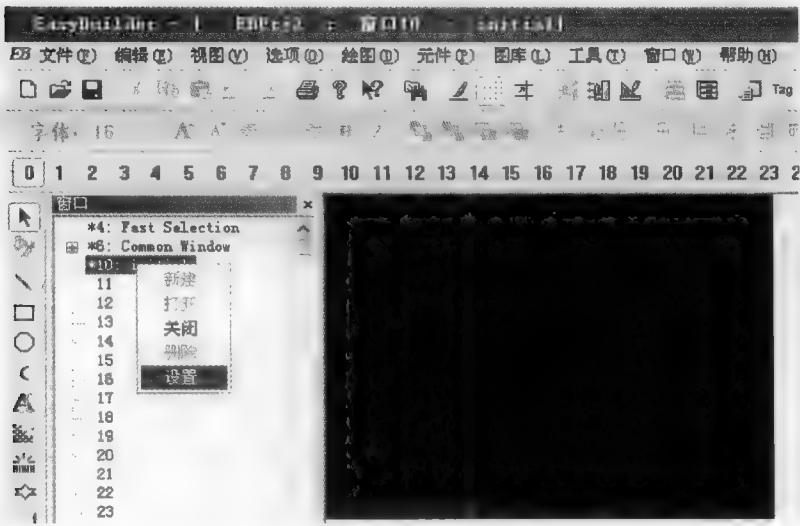

图 7-24 画面属性设置
(3) 画面属性设置 在窗口栏中指定的画面编号位置，如图 7-24 所示。